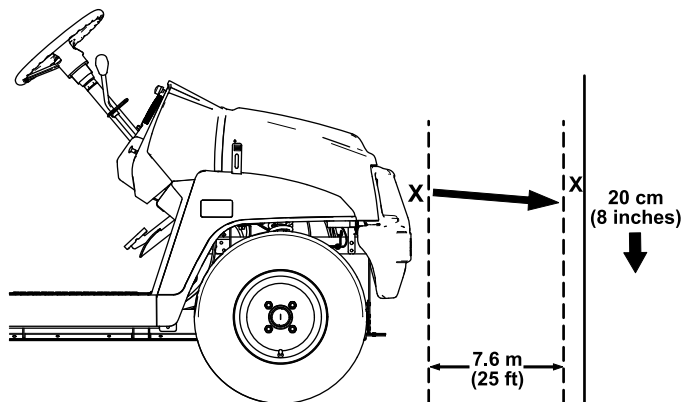

Figura 47
1. Parcheggiate la macchina su terreno pianeggiante con i fari a circa 7,6 m di distanza da una parete (Figura 47).
La parte più luminosa del fascio dei fari deve trovarsi 20 cm sotto il segno tracciato sulla parete (Figura 47).